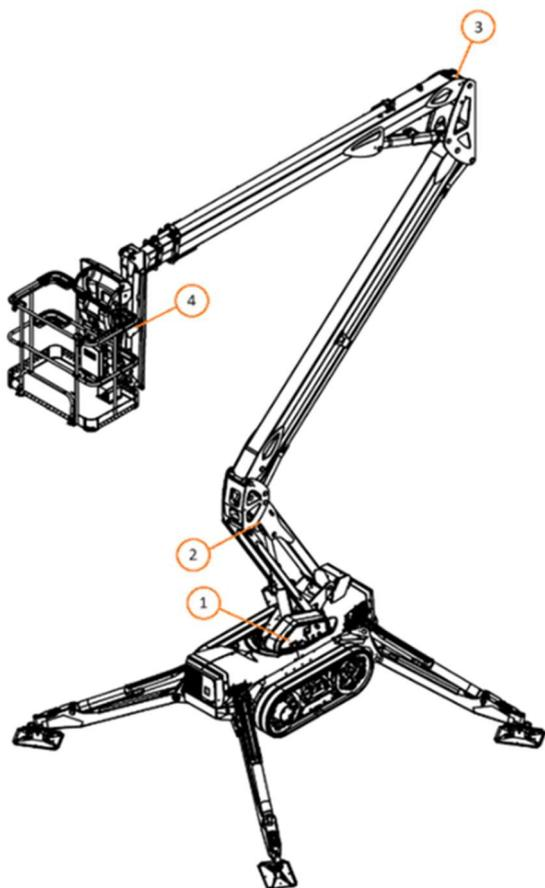

Abbildung 42. Positionssensoren der Maschine
An der Zugangsplattform befinden sich vier (4) Positionssensoren. Einer der Sensoren befindet sich im unteren Bedienfeld und misst die Neigung des Fahrgestells (Abbildung 42 (1)). Drei weitere Sensoren befinden sich in der Auslegerstruktur. Einer im unteren Ausleger am oberen Ende des Zylinders (Abbildung 42 (2)), einer im oberen Ausleger unter der Wartungsklappe (Abbildung 42 (3)) und einer im Auslegerarm am unteren Ende des Zylinders unter der Schutzabdeckung (Abbildung 42 (4)).